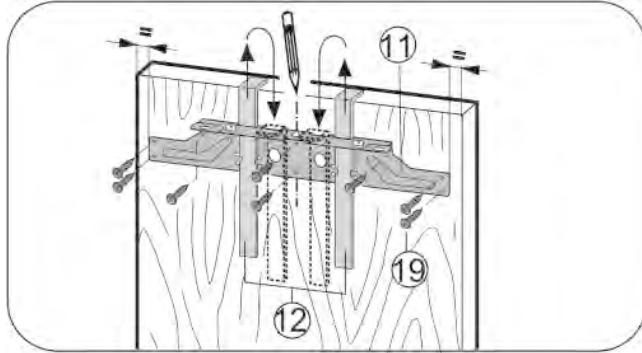

Fig. 26
- Навесьте крепежную поперечину Fig. 26 (11) с монтажными вспомогательными элементами Fig. 26 (12) на внутреннюю сторону мебельной дверцы.
- Выровняйте крепежную поперечину Fig. 26 (11) в центре двери.
- Прикрутите крепежную поперечину Fig. 26 (11) по меньшей мере 6 винтами Fig. 26 (19).
- Прикрутите крепежную поперечину Fig. 26 (11) 4 винтами Fig. 26 (19) по краю.
- Вытяните вверх монтажные приспособления Fig. 26 (12) и, развернув, вставьте их в расположенные рядом приемные отверстия.